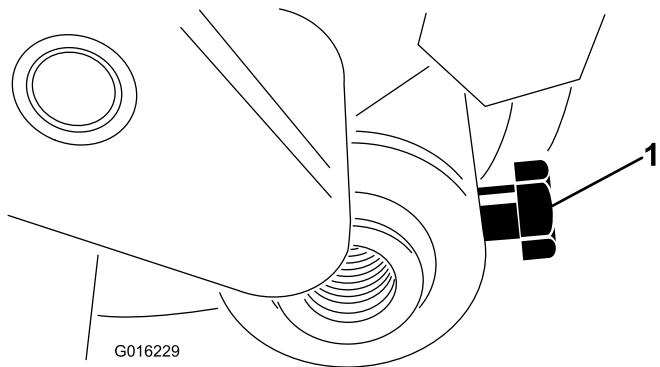

Рисунок 28
3. Отпустите болт крепления валика к рычагу высоты сканирования (Рисунок 28).